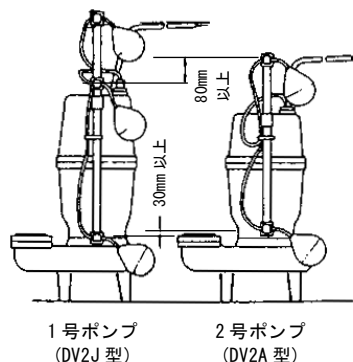

図 5
- 10) 自動交互形ポンプ (DV2J 型) は、DV2J 型と DV2A 型を組にしてはじめて自動交互運転が行われます。図 5 の通りにフロートの位置を設定してください。フロートの位置関係が狂いますと正常な動作をしなくなる場合があります。